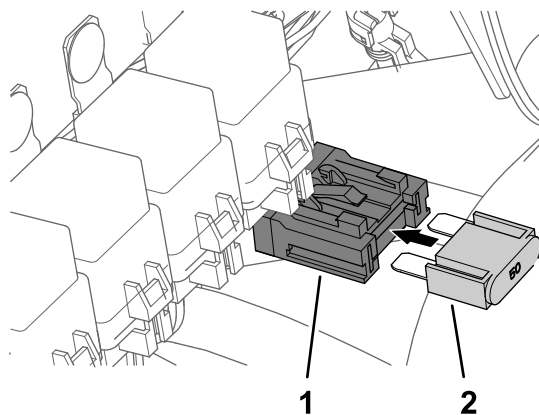

Figura 192
7. Inserite il fusibile (50 A) nel portafusibili in linea fino a quando il fusibile non è completamente in sede (Figura 192).